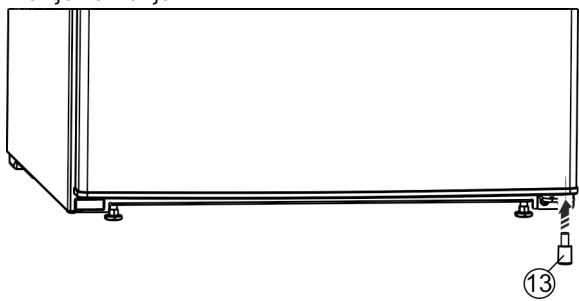

Fig. 27*
- ▶ Distančnik Fig. 27 (13) ponovno namestite v vrata spodaj desno, saj je pomemben za stabilnost naprave.*